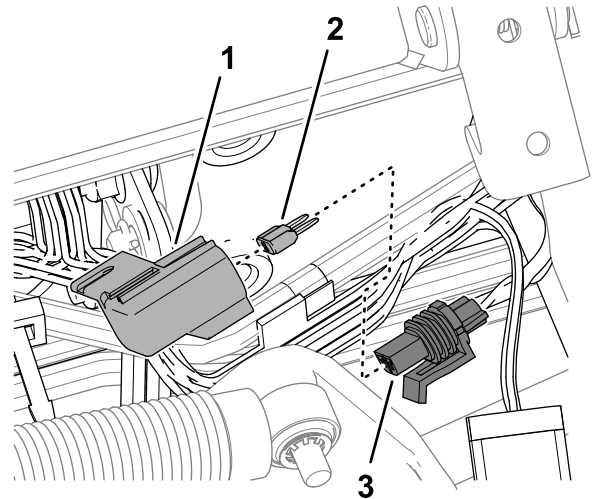

Figure 99
3. Déposez le capuchon du porte-fusibles en ligne étiqueté 10 A FUSE TELEMATIC PWR (Figure 99).